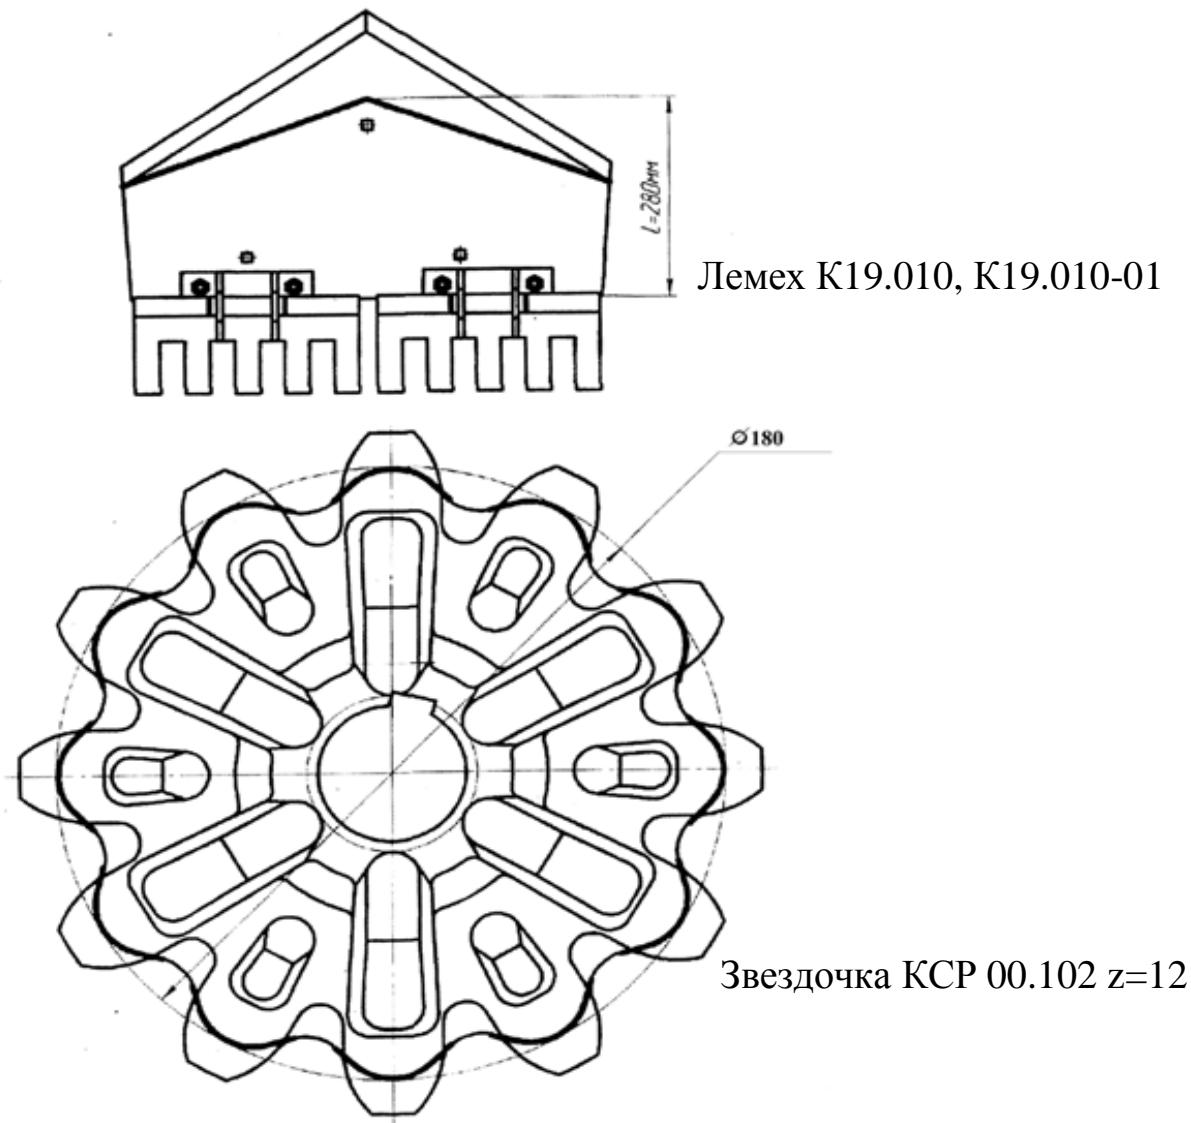

Рис. 4
14.2. Предельно допустимые размеры износа рабочих органов (рис. 4)